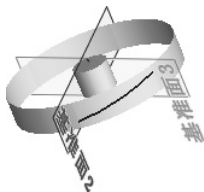

图 6.14.14 曲线 1
Step13. 创建如图 6.14.14 所示的曲线 1。
(1) 选择命令。选择下拉菜单 **插入(I)** → **曲线(U)** → **投影曲线(P)...** 命令，系统弹出“投影曲线”对话框。
(2) 选择投影类型。在“投影曲线”对话框的下拉列表中选中 **面上草图(K)** 单选项。